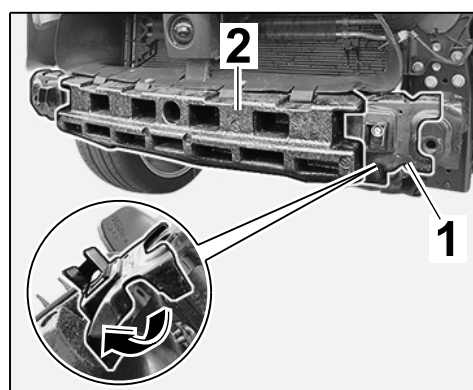

Рис. 16
- 7.5 Переставить пенопластовую полосу ⇒ *Рис. 16 -2-*.
- 7.5.1 Потянуть фиксатор ⇒ *Рис. 16 -1-* вниз ⇒ *Рис. 16 -стрелка-* и снять держатель вперед.